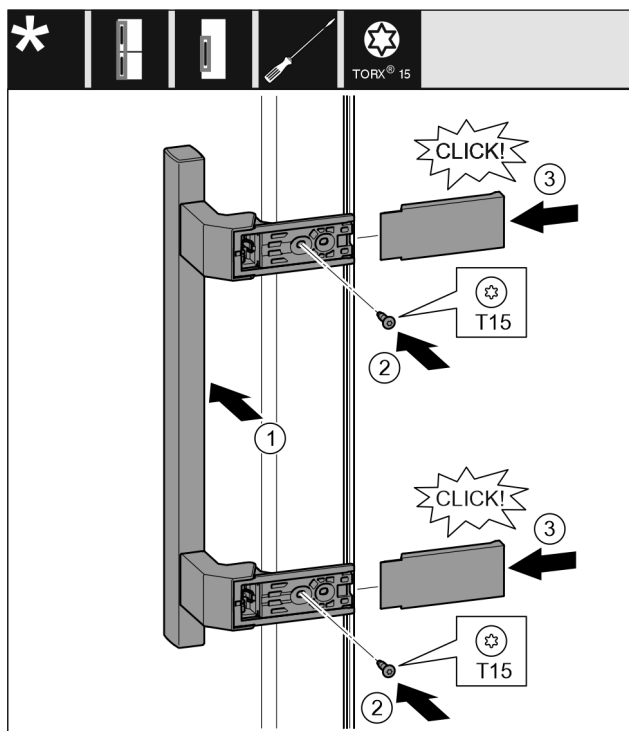

Fig. 14
- Postavite ručicu na suprotnoj strani. Fig. 14 (1)
- Odvijačem T15 čvrsto pritegnite vijke. Fig. 14 (2)
- Postavite pokrove bočno i natakните ih. Fig. 14 (3)